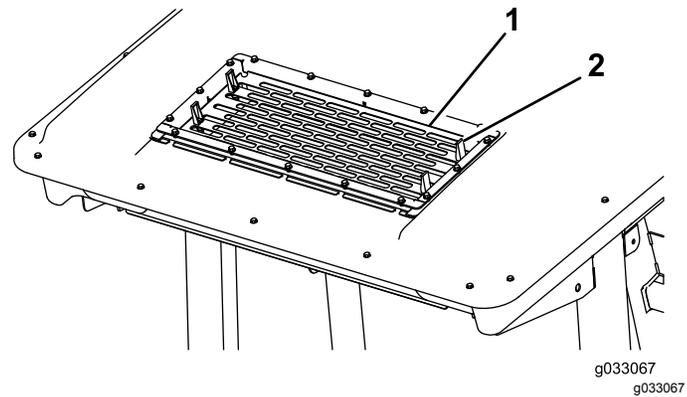

Figura 93
2. Levante las 4 pestañas de la rejilla del aire acondicionado (Figura 93) y retire la rejilla por la parte superior de la cabina.